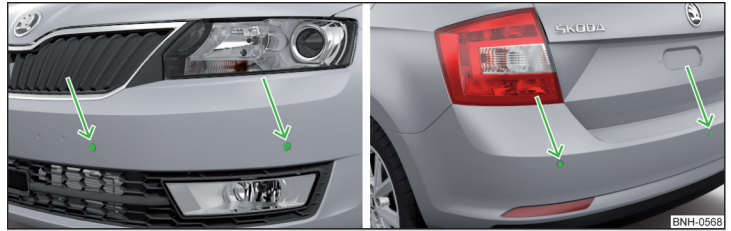

Fig. 115 Lugar de montaje de los sensores: delantero / trasero
- Mantener los sensores del sistema » fig. 115 de la pág. 116 limpios, libres de nieve y hielo, y no cubrirlos con ningunos objetos, de lo contrario puede estar limitado la función del sistema.
El sistema calcula la distancia entre el parachoques y un obstáculo mediante ondas ultrasónicas. Los sensores ultrasónicos se encuentran según el equipamiento del vehículo en el parachoques trasero o también en el delantero » fig. 115.